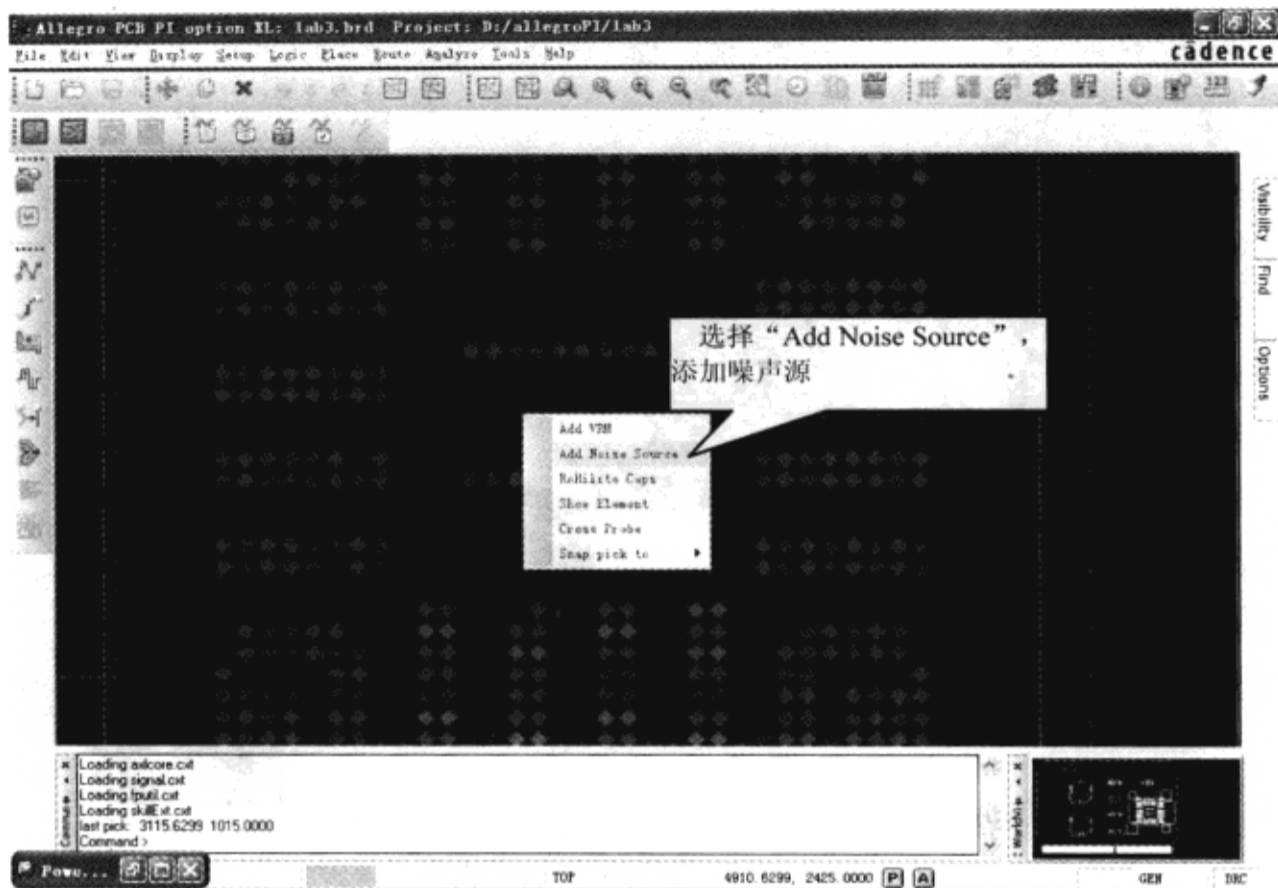

图 9-7-15 添加噪声源
(3) 在 Allegro PCB PI option XL 窗口中单击鼠标右键，在弹出的菜单中选择“Add Noise Source”，如图 9-7-15 所示，弹出“Add Noise Source”对话框，在对话框中会显示所指定的动态电流的总量。